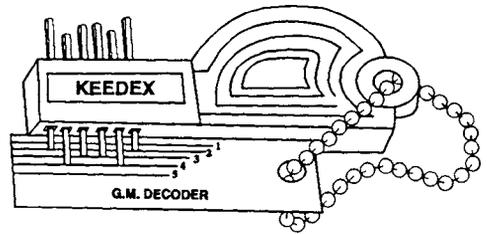

Рис. 5.31. Дешифрующее устройство для замков компании GM (С разрешения компании Keedex Mfg)
- Устройство декодирования замков Дженерал Моторс (General Motors) (рис. 5.31)